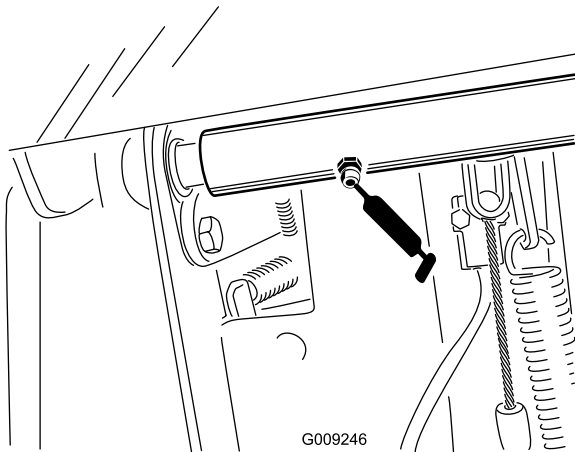

Figura 34
- Cojinetes del eje de pivote del pedal de freno (2) (Figura 34)